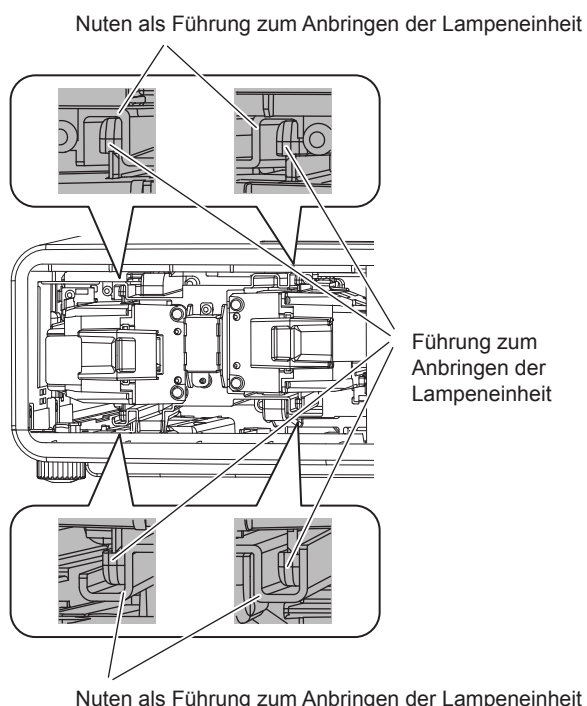

Abb. 3
- 4) Drücken Sie die neue Lampeneinheit hinein und achten Sie dabei auf die Einführposition. (Abb. 3)**